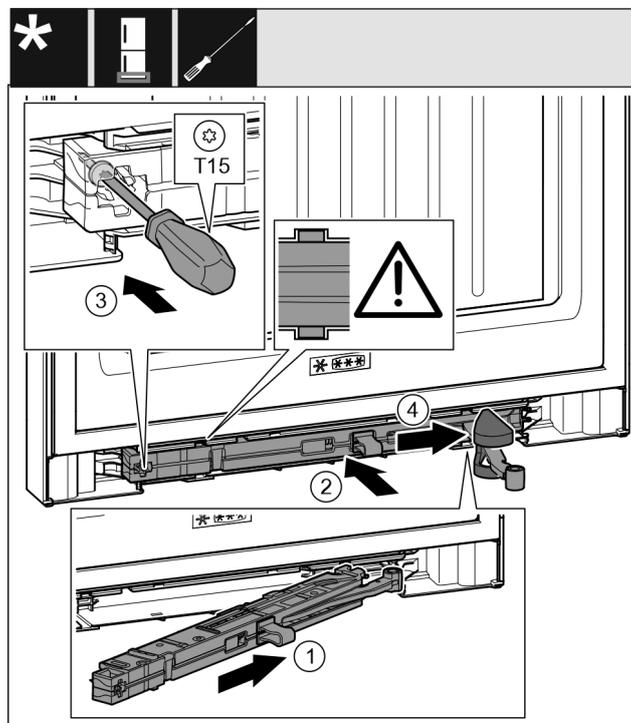

Fig. 48
- ▶ Вставьте узел амортизатора закрывания двери Fig. 48 (1) в выемку со стороны опорного кронштейна под наклоном до упора.
- ▶ Полностью вставьте узел амортизатора закрывания двери Fig. 48 (2) в выемку.
- ▶ Затяните винт Fig. 48 (3) отверткой.
- ▶ Переместите крышку Fig. 48 (4) над шарниром.